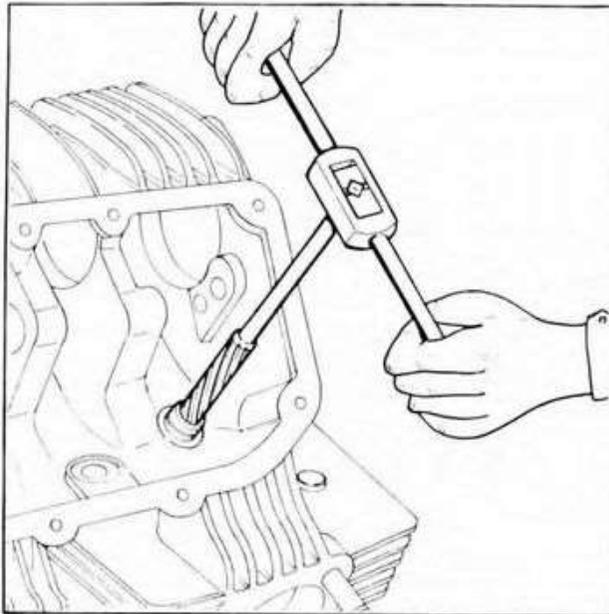

Fig. 53
- Dopo il piantaggio delle nuove guide, procedere alla alesatura del foro interno (fig. 53). L'alesatore (\varnothing 8 mm) va ruotato continuamente nello stesso senso e va estratto dalla guida mentre si continua a ruotarlo.
- After fitting new valve guides ream them to size, to establish the specified clearance with the valve stem, and to provide them with a proper surface finish (fig. 53). The reamer (\varnothing 8 mm) must be rotated always in the same direction. Go on rotating the reamer, when you remove it from the guide.